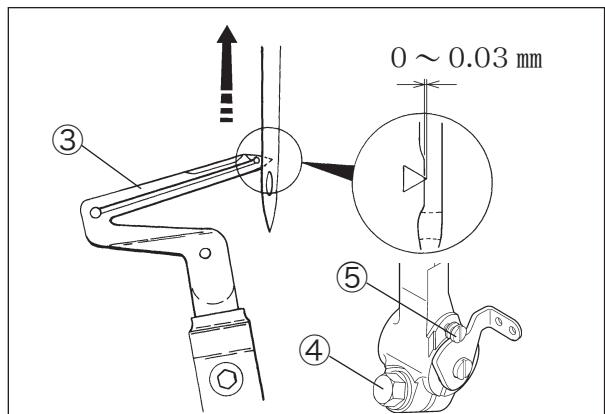

図 2-5
1. 針の高さを確認してから、針棒抱キの止ネジ①を締めてください。(P2「2.1.1 針の高さ」参照)
3. 下ルーパの前後位置を調節したとき、下ルーパの引け量を確認してから、図2-5の止ネジ④を締めてください。
4. 蓋ネジ②を取り付けるときは、液体ガスケットを塗布してください。